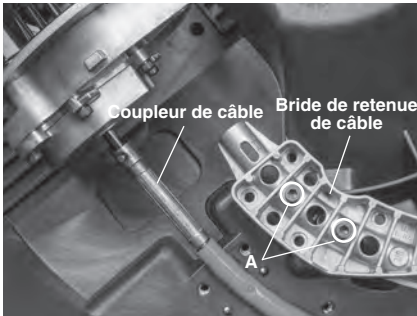
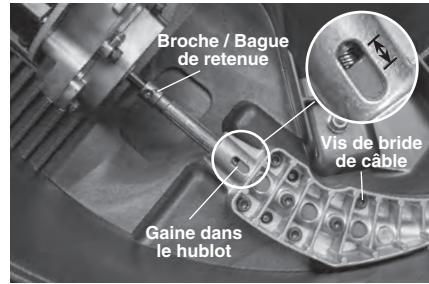

Figure 19 – Montage du câble
Figure 20 – Position de la gaine à l'intérieur du hublot
3. Desserrez les vis de retenue de la bride de gaine (Figure 19 « A ») de deux tours, mais sans les retirer.
4. Retirez les vis de retenue de la bride de câble, puis enlevez la bride (Figure 19).
- Engagez (sans serrer) les 4 vis de la bride de retenue de câble (Figure 19). Vérifiez que la gaine du câble arrive à moins de ¼" (6 mm) du coupleur de câble. L'extrémité de la gaine doit se trouver entre les deux traits du hublot comme indiqué à la Figure 20.